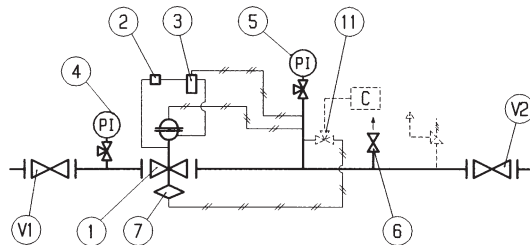

Fig. 21
5.4 MESSA IN SERVIZIO REGOLATORE REFLUX 819 CON VALVOLA DI BLOCCO SB/82 INCORPORATA (FIG. 21)
5.4 COMMISSIONING THE REGULATOR REFLUX 819 WITH INCORPORATED SB/82 SLAM-SHUT (FIG. 21)
5.4 INBETRIEBNAHME DES REGLERS REFLUX 819 MIT INTEGRIERTEM SICHERHEITSABSPERRVENTIL SB/82 (ABB. 21)
- A) Per i dispositivi di blocco collegati alla tubazione di valle tramite la valvola deviatrice a tre vie "push" 11 procedere nel modo che segue (Fig. 21): collegare alla via C una pressione ausiliaria controllata;
- A) *For slam-shuts connected to the downstream piping by a three-way deviator push valve 11, proceed as follows (Fig. 21):*
- A) Bei Sicherheitsabsperrventilen, die durch das 3-Wege-Ventil "Push" 11 mit der Ausgangsdruckleitung verbunden sind, ist folgendermaßen vorzugehen (Abb. 21):
5.4 MISE EN SERVICE DU DETENDEUR REFLUX 819 AVEC VANNE DE SECURITE SB/82 INCORPOREE (FIG. 21)
- A) *Pour les dispositifs de sécurité reliés au tuyau en aval par la vanne déviatrice à trois voies "push" 11, procéder de la façon suivante (fig. 21):*
5.4 PUESTA EN SERVICIO DEL REGULADOR REFLUX 819 CON VALVULA DE BLOQUEO INCORPORADA SB/82 (FIG. 21)
- A) Por lo que respecta los dispositivos de bloqueo conectados a la tubería con la válvula desviadora de tres vías "push" 11, hay que hacer lo siguiente (Fig. 21):
5.4 ACTIVAÇÃO DO REGULADOR REFLUX 819 E VÁLVULA SEGURANÇA INCORPORADA SB/82 (FIG. 21)
- A) *Para válv. de segurança instaladas através da válvula de 3 vias "push" 11, à tubagem a jusante, proceder como se segue (fig. 21):*